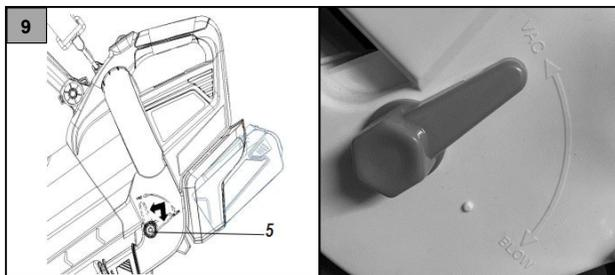

Fig. 9
**Selezione della modalità di funzionamento****Aspirazione (Fig. 9)**
**Soffiaggio (Fig. 9)**